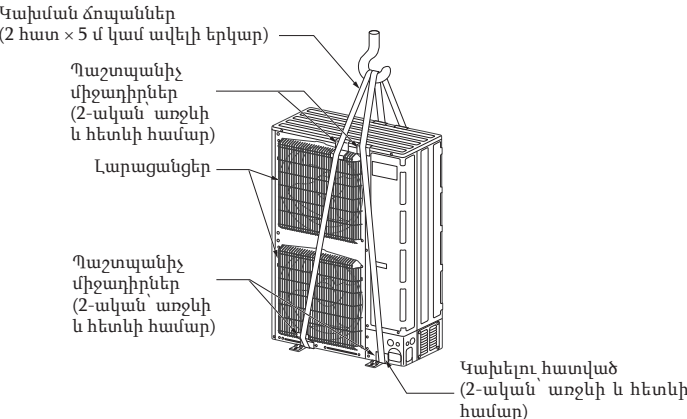

Fig. 2-2
2.3.1. Բլոկի կախումը (Fig. 2-2)